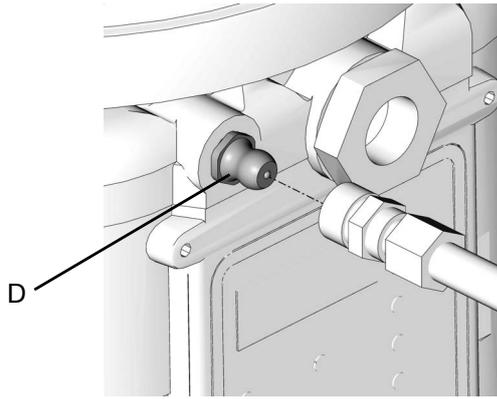

图 12
- 注入液箱前，务必用清洁的干布清洁入口管件 (D)（图 12）。脏污和/或碎屑可能损坏泵和/或润滑系统。